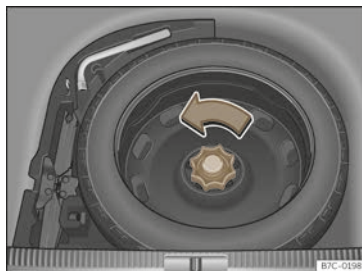

Abb. 249 Im Gepäckraum: hochgeklappter Ladeboden
- Drehen Sie das Handrad entgegen dem Uhrzeigersinn >>> (Abb. 249).